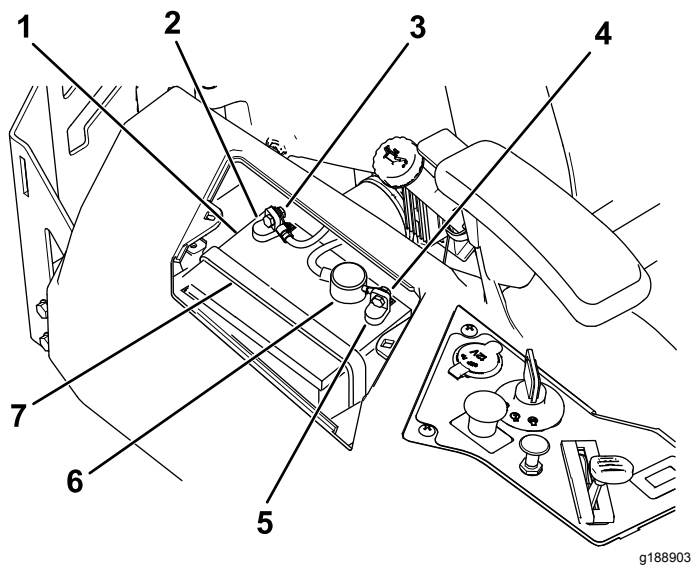

Рисунок 54
4. Отсоедините отрицательный (черный) кабель от штыря аккумулятора (Рисунок 54).
6. Отсоедините положительный (красный) кабель от штыря аккумулятора (Рисунок 54).
7. Снимите прижим аккумулятора (Рисунок 54) и поднимите аккумулятор, чтобы снять его с поддона.
1. Установите аккумулятор в поддон (Рисунок 54).
5. Закрепите аккумулятор с помощью прижима (Рисунок 54).